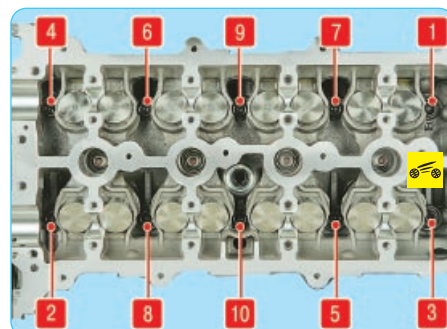

Рис. 5.7. Порядок выворачивания болтов крепления головки блока цилиндров
11. Ослабьте затяжку десяти болтов крепления головки блока цилиндров в порядке, указанном на рис. 5.7, а затем окончательно выверните болты крепления головки и выньте их вместе с шайбами, а затем снимите головку с блока цилиндров...